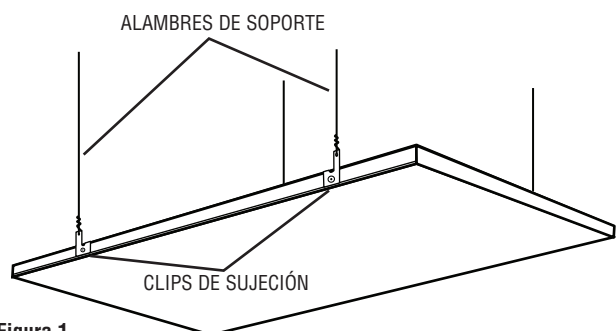
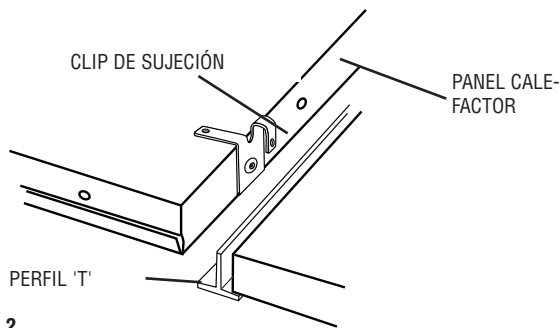

Figura 1
Figura 2
PARA EVITAR POSIBLES LESIONES POR CAÍDA DE PANELES, LOS PERFILES 'T' DEBEN ESTAR SUJETOS FIRMEMENTE A LA ESTRUCTURA DEL EDIFICIO Y DEBEN SER CAPACES DE SOPORTAR EL PESO DEL PANEL (30 LB / 13,6 KG). SE HAN PROVISTO AGUJEROS EXTRA PARA SUSPENDER EL PANEL CALEFACTOR (VEA LA FIGURA 1) DE ALAMBRES DE ACERO NO MENORES DEL CALIBRE N.º 18 (DIÁMETRO 0.047 PULG. / 0,119 CM). ESTOS ALAMBRES DE SUSPENSIÓN EXTRA DEBEN UTILIZARSE DONDE LA RESISTENCIA DE LOS PERFILES 'T' SEA INADECUADA O DONDE SE PREVEA VIBRACIÓN.
- Los paneles calefactores cuentan con cuatro clips de suspensión/sujeción que están ubicados en cada lado largo del panel calefactor. Los clips pueden utilizarse ya sea para colgar el calefactor con los cables de suspensión (vea la Figura 1) o doblarse como clips de sujeción a la armazón de perfiles 'T' (vea la Figura 2). Levante cuidadosamente el panel calefactor hasta su posición; asegúrese de que los clips de sujeción enganchen firmemente sobre el perfil 'T' (vea la Figura 2).